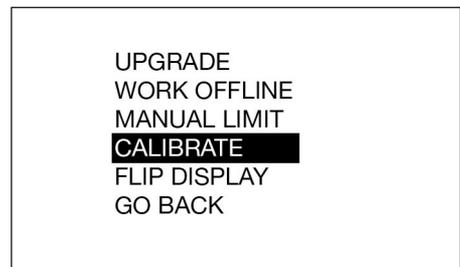
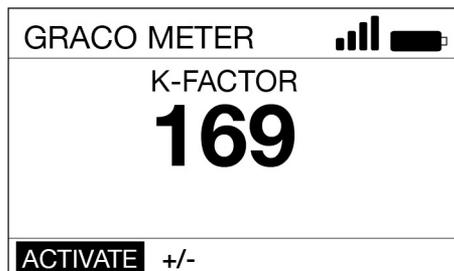

FIG. 20
Fig. 21
4. Selezionare l'opzione CALIBRATE (Calibrazione) (Fig. 20) per visualizzare la schermata del fattore K illustrata in Fig. 21.
5. Selezionare **ACTIVATE** (Attiva) e premere il pulsante **INVIO** per iniziare la calibrazione della valvola di erogazione con misuratore (Fig. 21).